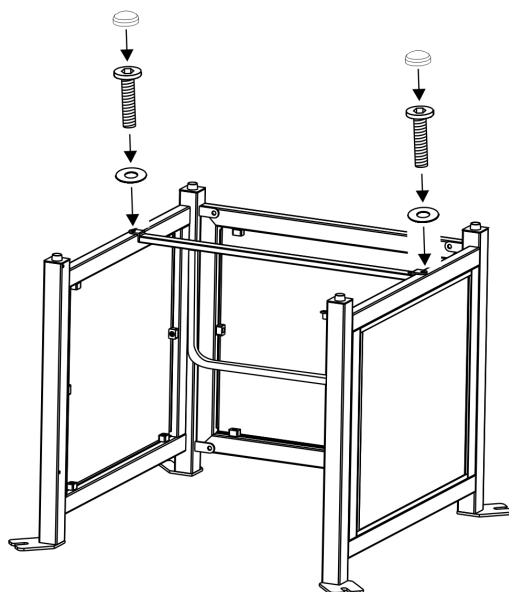

Figure 3
3. Fixez le support central aux panneaux latéraux à l'aide de deux boulons 1/4 "x15 mm et de rondelles Ø6,5x1,0 mm, comme indiqué sur la figure 3. Faites passer les boulons à travers les trous du support central dans les trous pré-perçés des panneaux latéraux. **Serrer à la main uniquement.**